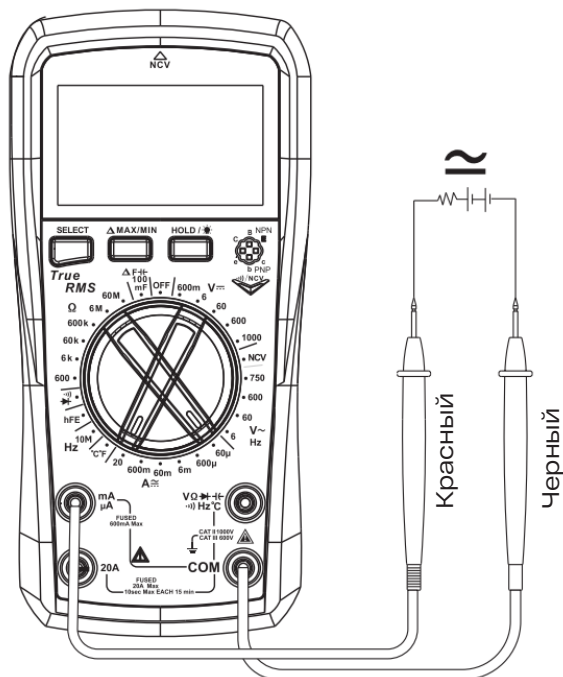

Рис. 7. Измерение постоянного (переменного) тока
7. Измерение постоянного тока (см. рис. 7).
8. Измерение переменного тока (см. рис. 7).